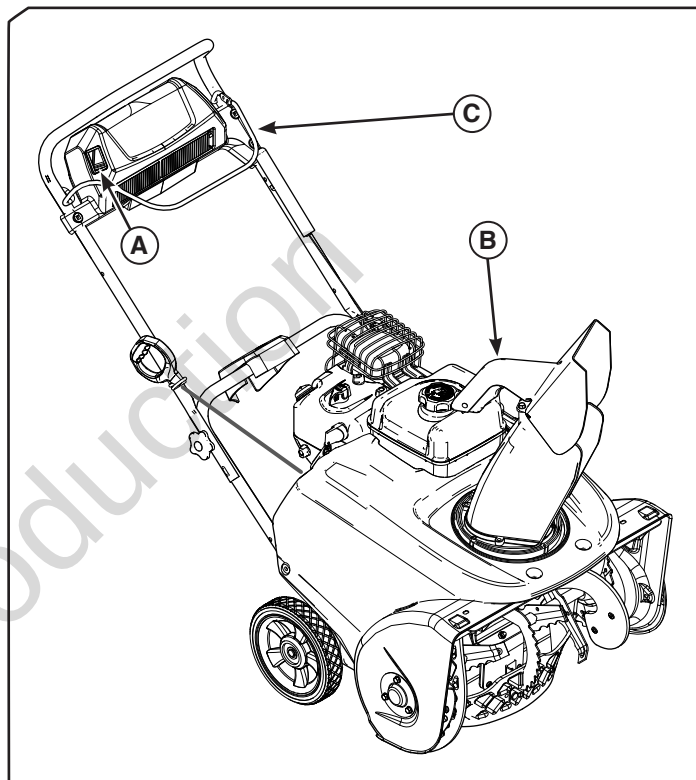
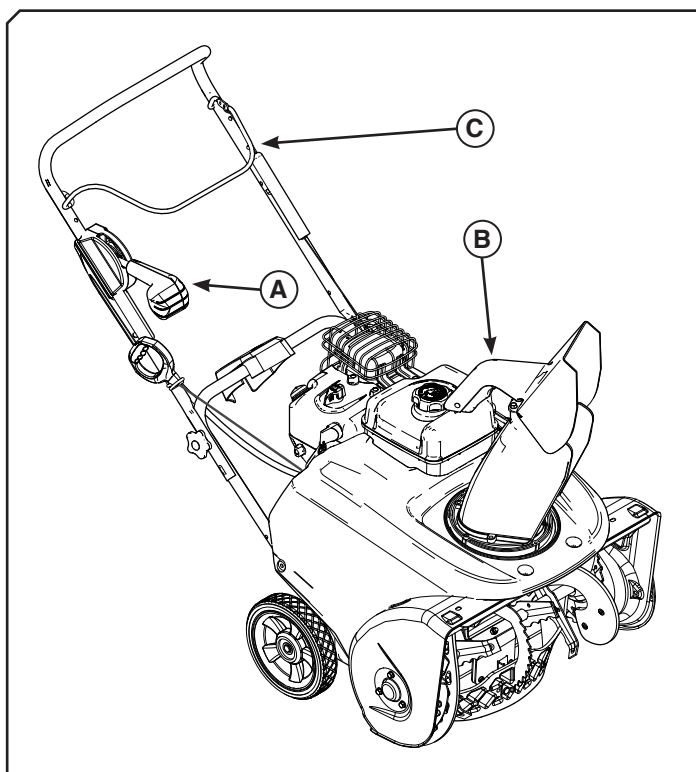

Figura 4
Figura 5
3. Tire del control de la barrena (**C**, Figura 4, Figura 5) en contra de la manilla para activar la barrena.
1. Arranque el soplador de nieve y active el control de la barra (C, Figura 4, Figura 5) durante varios segundos.
1. Presione el interruptor para girar el conducto (A, Figura 4).
1. Mantenga apretado el botón del mango de control del conducto (A, Figura 5).
1. Mantenga apretado el botón del mango de control del deflector (B, Figura 4, Figura 5)